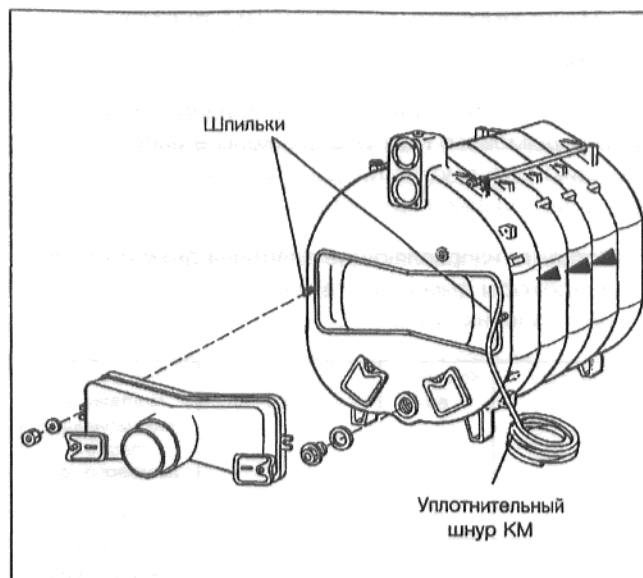

Рис. 19
- Уплотнительный шнур КМ вставить в паз на задней секции (Рис. 19).
- Вставить коллектор отходящего газа в показанные на Рис. 19 шпильки задней секции котла. Надеть на шпильки подкладные шайбы и привинтить коллектор отходящего газа с помощью гаек.